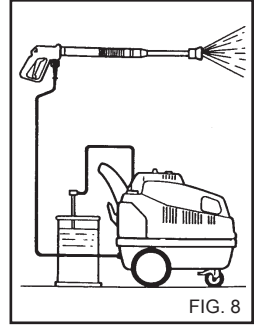

FIG. 8
- 3) Après l'emploi avec du détergent, rincer le circuit d'aspiration ; enfler le tuyau d'aspiration (fig. 8) du détergent dans un bidon d'eau propre et faire fonctionner la pompe pendant 1 minute avec le robinet de dosage complètement ouvert et la lance en phase de sortie du détergent.
4) Après l'emploi avec du détergent, rincer le circuit d'aspiration; enfiler le tuyau d'aspiration (fig. 8) du détergent dans un bidon d'eau propre et faire fonctionner la pompe pendant 1 minute avec le robinet de dosage complètement ouvert et la lance en phase de sortie du détergent.